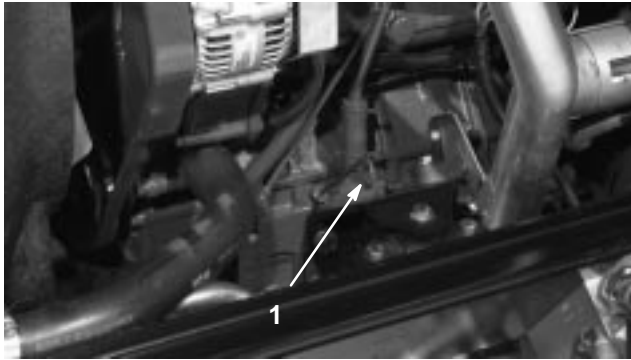

Figure 1
3. Sortez la jauge, essuyez-la sur un chiffon propre, replacez-la dans le goulot de remplissage, puis ressortez-la. Le niveau d'huile doit atteindre le repère du plein (FULL) (Fig. 1).